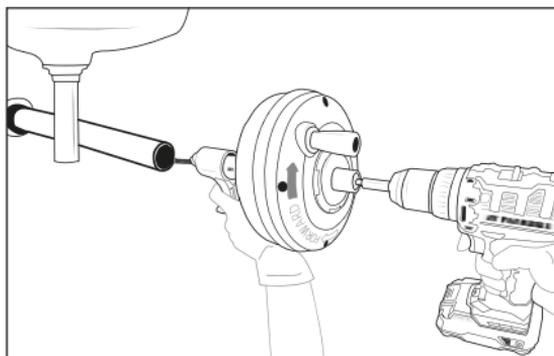

Fig. 3
- 8) Kontrollér, om produktet kan holdes med en afstand på højst 10 cm til afløbsåbningen. Hvis afstanden til afløbsåbningen er større, øges risikoen for, at spiralen 8 vrides eller knækker. Hvis afstanden er større, skal afløbsåbningen forlænges med rør og tilslutninger af samme størrelse, så produktet maksimalt kan anbringes 10 cm foran afløbsåbningen (se fig. 3). Hvis spiralen 8 ikke støttes rigtigt, kan den knække, vrides og beskadiges, eller betjeningspersonen kan kvæstes.
- 7) Drej tromlen **2** i urets retning (kan ses på pilen på bagsiden af tromlen **2**, se fig. 3), og tryk på udløseren **6**. Ved aktivering af udløseren **6** føres spiralen **8** ind i afløbet.